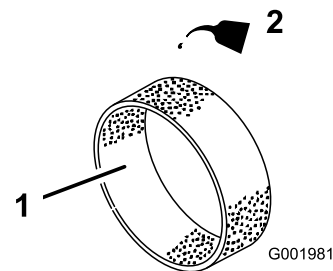

Figura 48
- Ponga 30–60 ml de aceite en el elemento (Figura 48).